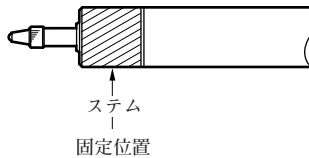

図1.取付固定位置
- 測長ユニットの取付けは、必ずステムをチャックしてください。他の部分もチャックしなければならない場合は、機銘ラベル部(ヘッド内蔵部分)と、その近傍は避けてください。(図1)